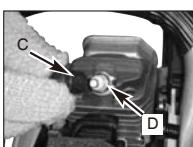

Fig. 18B
3. Koble fra ledningskontakten (C) fra tenpluggen (D) ved å trekke og vri på samme tid (Fig. 18B).